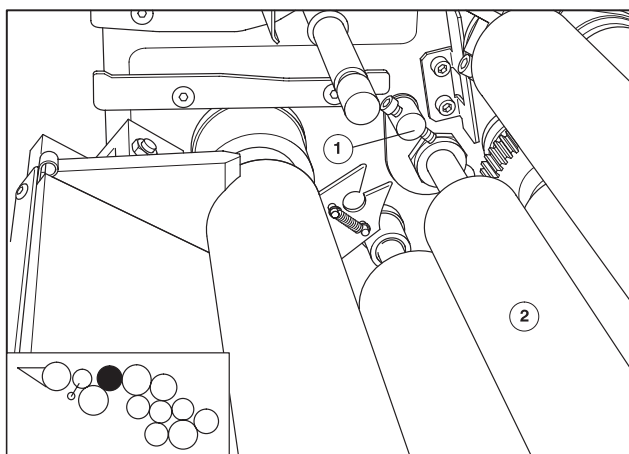

Рис. 5 Демонтаж 1-го передаточного валика
- ❶ Нажмите вниз рычаги на стороне привода (Рис. 5/❶) и на стороне обслуживания.
- ❷ Выньте валик (Рис. 5/❷).